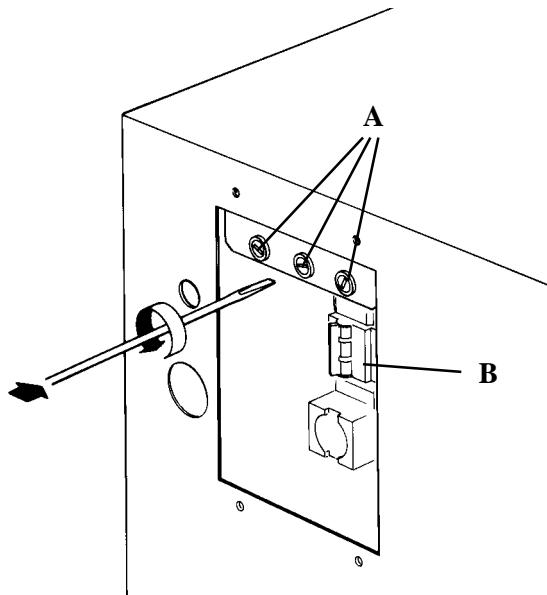

fig. 21
- Insert a screwdriver in the fuse-holder cap hole (*fig. 21/A*), tighten until the spring's resistance is overcome and rotate 1/4 counter-clockwise. The fuse-holder cap can be removed.
- Introducir un destornillador en la ranura del cabezal del portafusible (*fig. 21/A*), apretar hasta vencer la resistencia del muelle y girar un cuarto de vuelta en sentido antihorario. El cabezal del portafusible saldrá hacia fuera.
- Introduire un tournevis dans la rainure du cartouche du porte-fusible (*fig. 21/A*), serrer jusqu'à vaincre la résistance du ressort et tourner un quart de tour dans le sens contraire des aiguilles d'une montre. Le cartouche du porte-fusible sortira dehors.
- Disassemble the terminal box cover as indicated, at the beginning of this chapter, to reach the Protection Switch (*fig. 21/B*) and re-instate.
- Desmontar la tapa de la caja de bornes tal como se ha descrito, al inicio de este capítulo, para acceder al Interruptor de Protección (*fig. 21/B*) y conectarlo.
- Démonter le couvercle du boîtier de bornes comme indiqué au début de ce chapitre, pour accéder à l'Interrupteur de Protection (*fig. 21/B*) et le brancher.